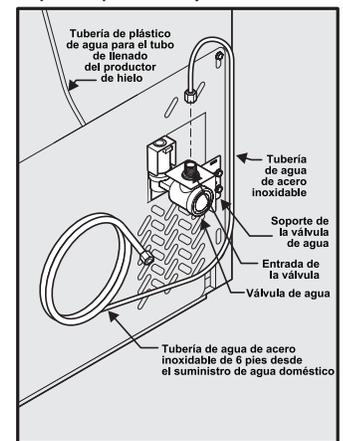

Figura 2
- **Si usa tuberías de acero inoxidable:** la tuerca y la férula ya están armadas en la tubería. Deslice la tuerca de compresión hacia dentro de la entrada de la válvula y apriete manualmente la tuerca de compresión sobre la válvula. Apriete otra media vuelta con una llave; NO apriete en exceso. Vea la Figura 2.